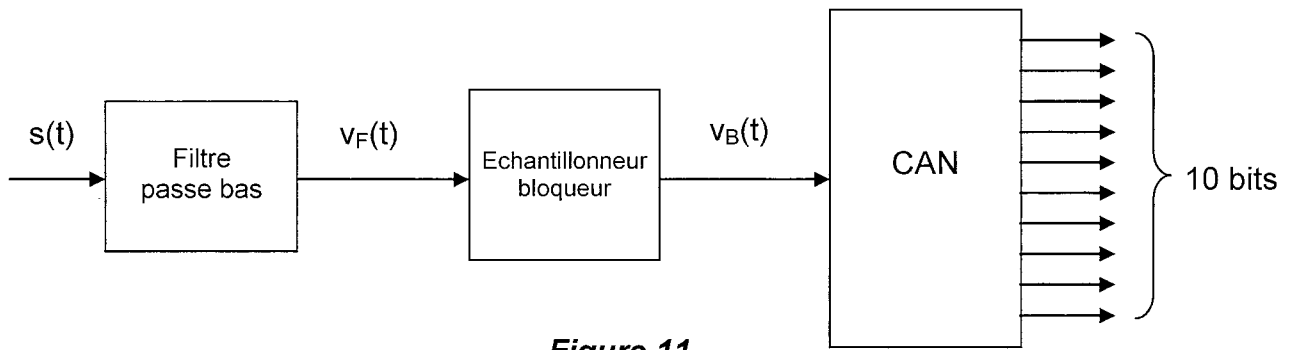

Figure 11
C.2. Acquisition de la vitesse (figure 11 du document annexe 3)